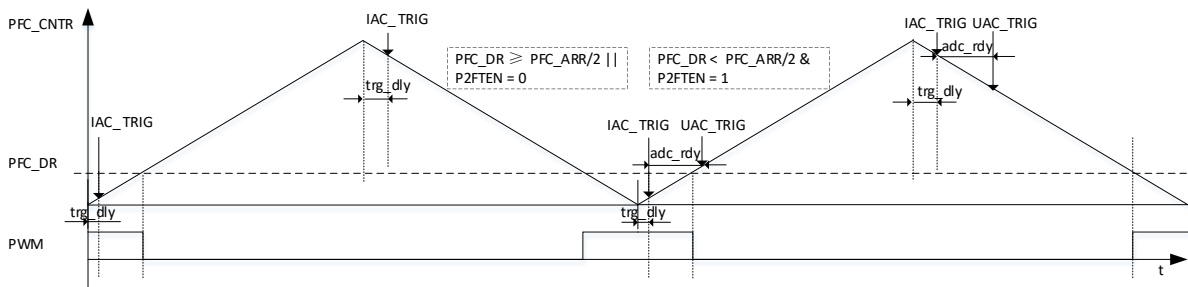

图 12-6 PWM 输出与 IAC/UAC 采样时机图
- PFC_CR2[P2FTEN]和 PFC_DR 决定触发采样点(如图 12-6 所示): 当 PFC_CR2[P2FTEN] = 0 且 PFC_DR < PFC_ARR/2 时, PFC_CNTR 计数到下溢点触发采样;否则 PFC_CNTR 计数到上溢点触发采样(如 PFC_CR2[P2FTEN] = 1, 或 PFC_DR ≥ PFC_ARR/2); 设置 PFC_TRGDLY 可延迟采样, 上溢点为 PFC_CNTR 向上计数到 PFC_TRGDLY*8, 下溢点为 PFC_CNTR 向下计数到(PFC_ARR - PFC_TRGDLY*8)。